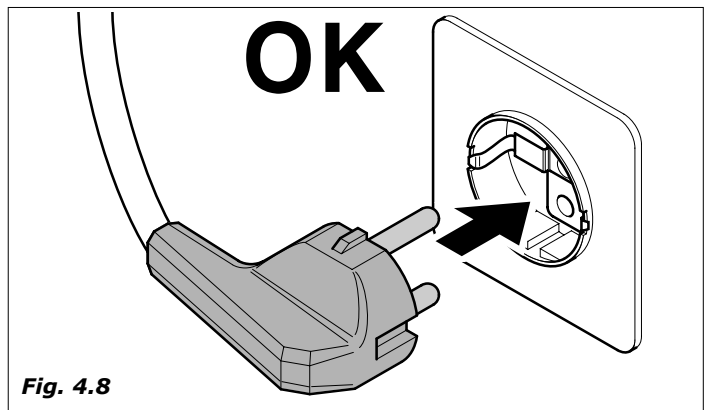

Fig. 4.8
- El distribuidor está dotado de un cable de alimentación H05VV-F 3x1,5 mm², con clavija SCHUKO (Fig.4.8).